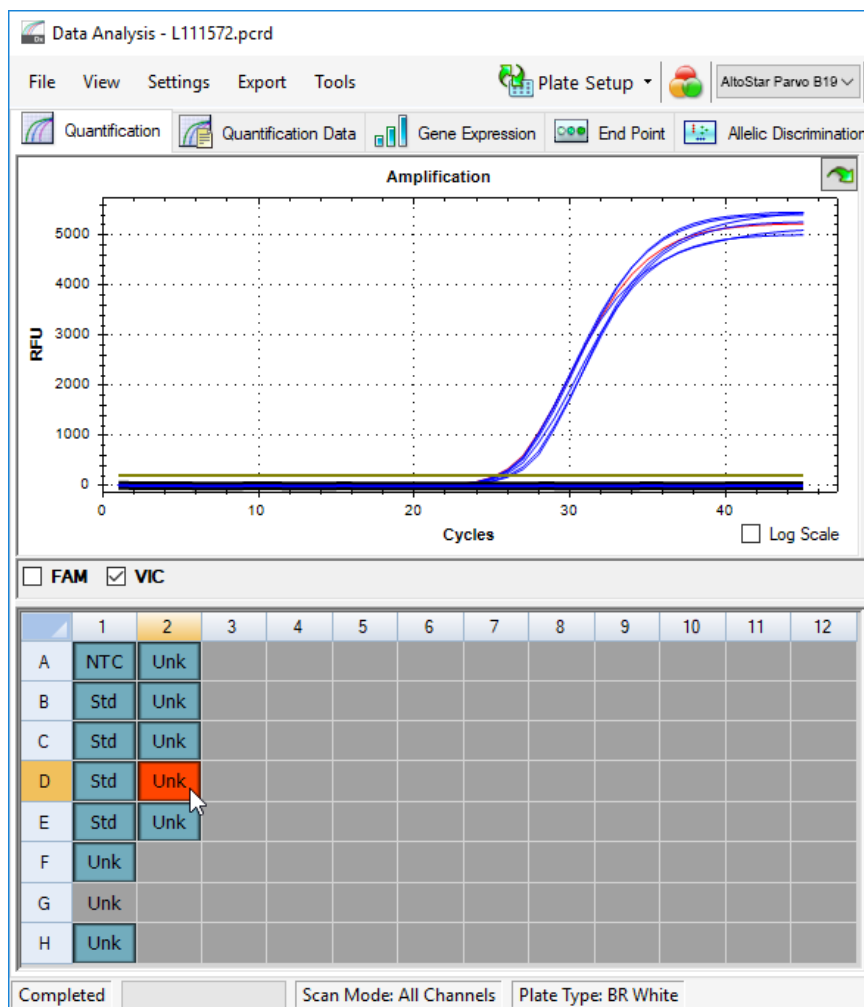

Figure 11: Fenêtre Data Analysis (Analyse des données) : puits non valide
3. Cliquez avec le bouton droit de la souris sur chaque puits contenant des données non valides conformément aux chapitres 7.6.8.2 Validité d'un PCR run de diagnostic (qualitatif) à 7.6.8.4 Validité des résultats pour un échantillon, et sélectionnez **Well...** → **Exclude from Analysis** (Puits... → Exclure le puits de l'analyse) (voir les figures 11 et 12).